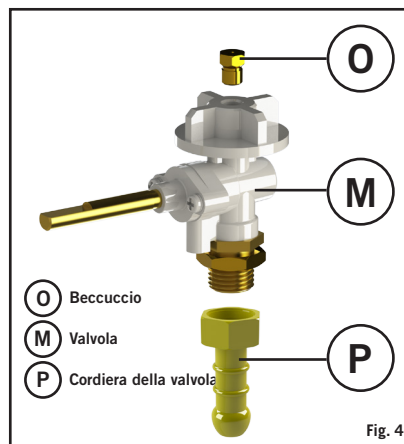

Fig. 4
- Avvitare un tubo con il giunto filettato appropriato a ogni estremità al BSPP da 1/4" di sinistra della valvola (O) (Fig.4). Attaccare un adeguato erogatore a bassa pressione da 50 mbar all'altra estremità del tubo. Il tubo usato dev'essere conforme ai parametri DIN 4815 parte 2 o equivalenti.